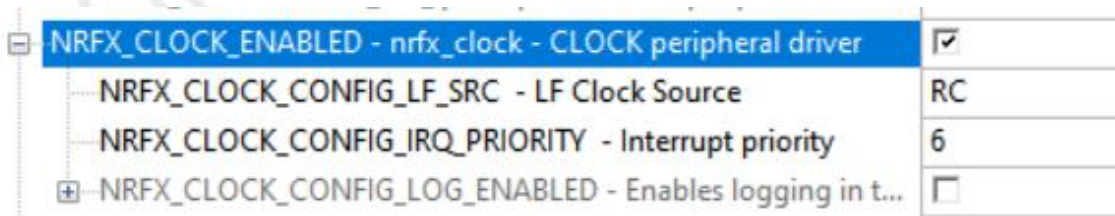

图 5.1：NRF\_CLOCK\_ENABLED
■展开”nRF\_Drivers”->”NRF\_CLOCK\_ENABLED”请按照图 5.1 进行修改：